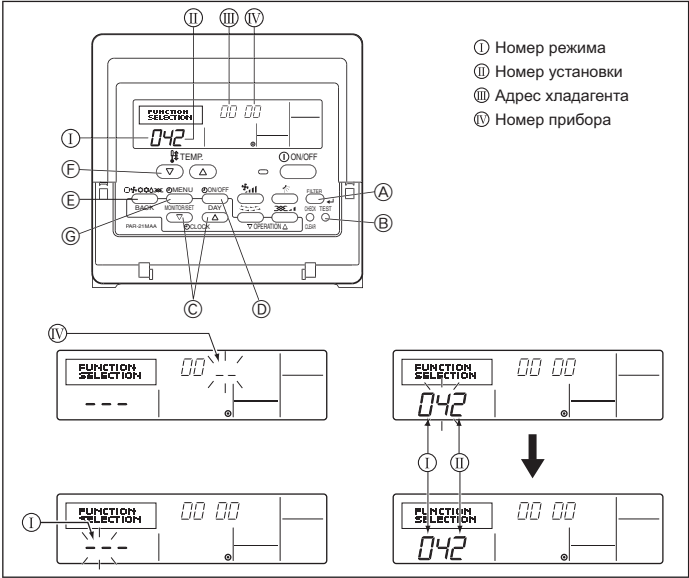

Fig. 6-2
6.2.1. Функциональная настройка прибора (Fig. 6-2)
- Перейдите в режим установки функций. Выключите пульт дистанционного управления. Одновременно нажмите кнопки (A) и (B) и удерживайте их в нажатом состоянии не менее 2 секунд. Начнет мигать индикация FUNCTION.
- С помощью кнопки (C) установите адрес хладагента (III) на 00.
- Нажмите (D), и на дисплее номера прибора (IV) замигает индикация [--].
- С помощью кнопки (C) настройте номер прибора (IV) на 00.
- Нажмите кнопку (E) MODE (РЕЖИМ) для того, чтобы присвоить значение адреса хладагента/номера прибора. В течение нескольких секунд на дисплее номера режима (I) замигает индикация [--].
- Нажатием кнопки (F) установите номер режима (I) на 04.
- Нажмите кнопку (G), и на дисплее замигает текущая настройка номера установки (II). С помощью кнопки (E) переключите номер установки в соответствии с напряжением в используемой сети электропитания. Напряжение в сети электропитания